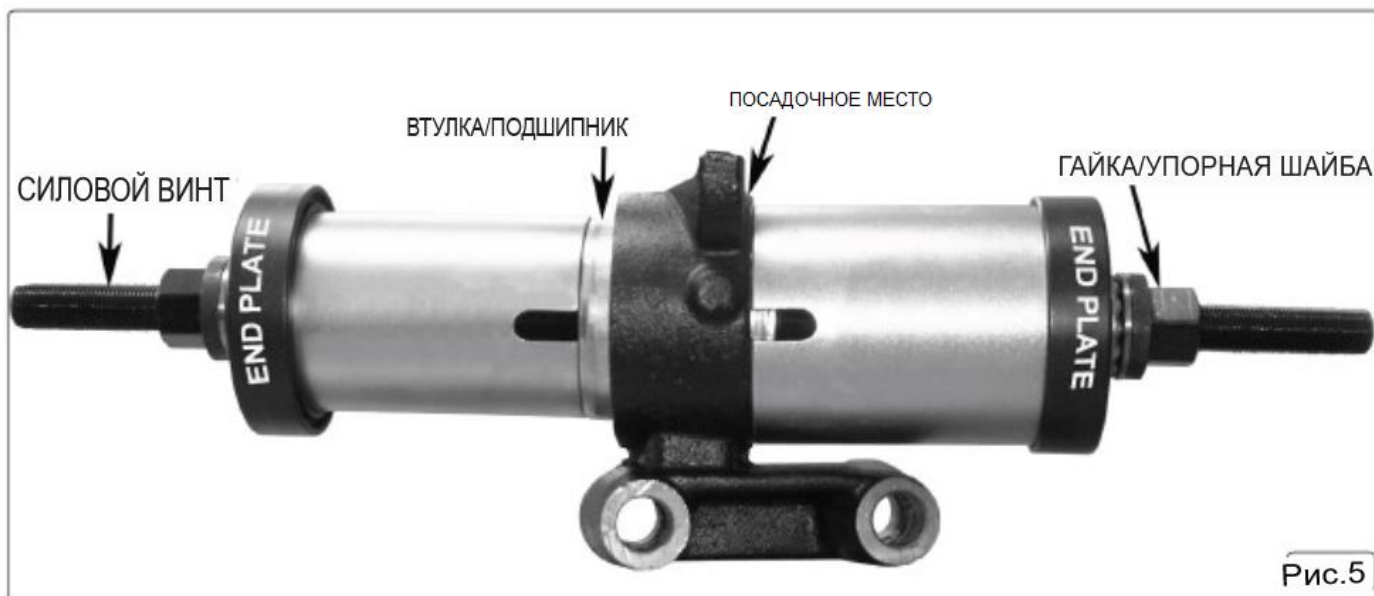

Рис.5
4.1 Снятие втулки/подшипника (рис.5)
4.2 Установка втулки/подшипника (рис.5)
описано в разделе 4.1 и как показано на рис.5. Как только втулки встанут ровно на корпусе и наружном кольце, затяните гайки и убедитесь, что упорные шайбы расположены по центру на торцевых пластинах.